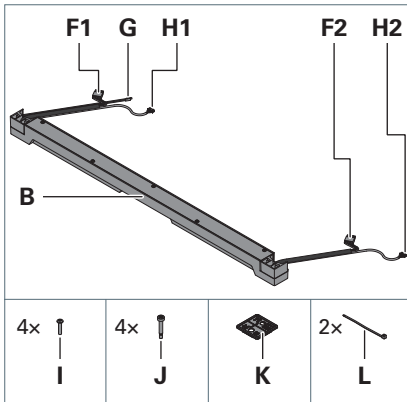

Fig. 2: Beipack Adapter U.
- Entnehmen Sie die Komponenten des Beipacks erst, wenn diese im jeweiligen Montageschritt benötigt werden, siehe Fig. 2.